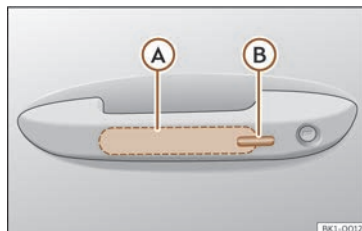

Fig. 69 Maneta de la porta: superfícies sensors.
>>> **fig. 69**
- Toqueu la superfície sensora >>> **fig. 69** (Ⓑ) situada al costat exterior de la maneta de la porta. Tots els intermitents parpellegen una vegada.
- Abans que transcorrin 5 segons, toqueu una vegada el sensor del costat exterior de la maneta de la porta >>> **fig. 69 (B)**. En fer-ho, no agafeu la maneta. El sistema Keyless Access queda desactivat temporalment.
Per **tancar amb la funció de confort** totes les finestretes elèctriques, mantingueu un dit durant uns segons sobre la superfície sensora de bloqueig >>> **fig. 69 (B)** de la maneta de la porta fins que s'hagin tancat les finestretes i el sostre.